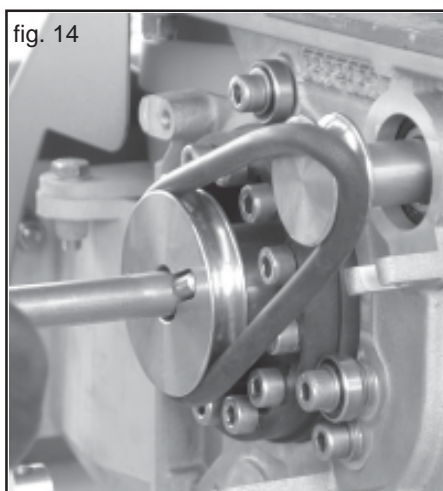

fig. 14
- Para desactivar el agitador, levante la correa tubular hasta el borde de la polea motriz (Fig. 14), en el lado opuesto, gire suavemente el rodillo dosificador en dirección de arrastre para que la correa salga de su posición.